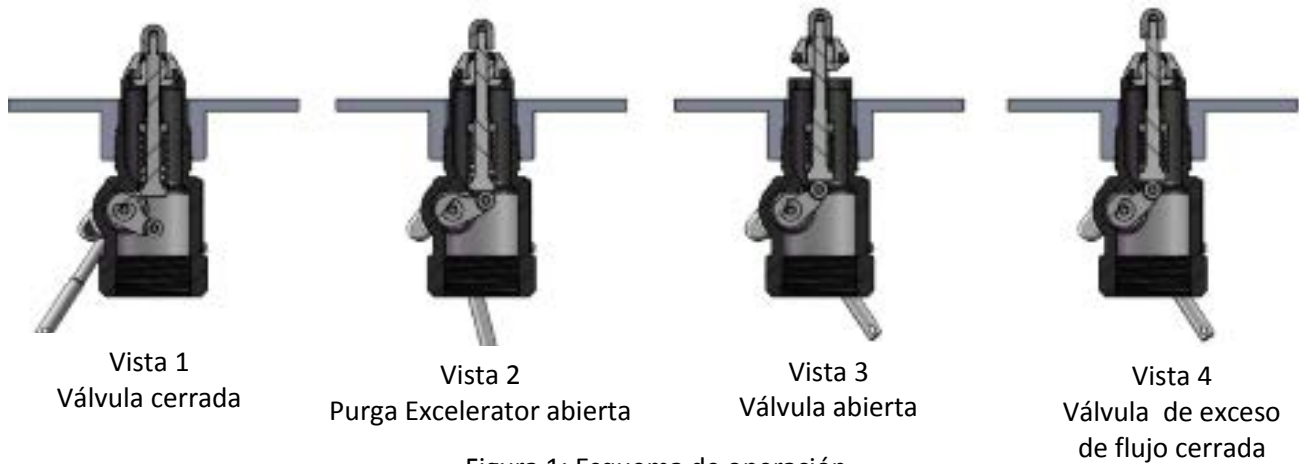

Figura 1: Esquema de operación
Consulte el diagrama de operación (Figura 1, Vista 1). La válvula se mantiene cerrada tanto por la presión del tanque como por el resorte de cierre de la válvula. No hay fugas más allá de las juntas en el cabezal a la salida de la válvula en esta posición.
La válvula se abre moviendo la palanca de operación hasta aproximadamente el punto medio en su carrera de 70° (Figura 1, Vista 2). Esto permite que la leva coloque la parte de eculización rápida del vástago de válvula en la abertura del piloto, lo que permite que una mayor cantidad de producto purgue aguas abajo que si la palanca de operación se moviera a la posición totalmente abierta.
Cuando las presiones del tanque y aguas abajo se han igualado en la posición de purga, (después de unos segundos), el resorte de exceso de flujo abre el cabezal principal de la válvula (Figura 1, Vista 3) y la palanca de operación se puede mover a la posición totalmente abierta.
Una vez que el cabezal principal de la válvula se abre, un volumen mayor que el de diseño del resorte de exceso de flujo de la válvula o un aumento suficiente de flujo, fuerza el cierre del cabezal principal de la válvula contra el resorte de exceso de flujo (Figura 1, Vista 4). La válvula piloto permite que una pequeña cantidad de producto purgue, pero mucho menos que (Figura 1, Vista 2) donde la porción de ecualización rápida del vástago se coloca en la abertura piloto. Cuando la palanca de operación se mueve a la posición cerrada, la válvula se cierra completamente y sella herméticamente (Figura 1, Vista 1).
3. Mueva la palanca a la posición de medio abierta (ecualización rápida) (Esquema de operación Figura 1, Vista # 2) para igualar la presión. Cuando el cabezal principal de la válvula hace clic y se abre, mueva la palanca de operación a la posición totalmente abierta.